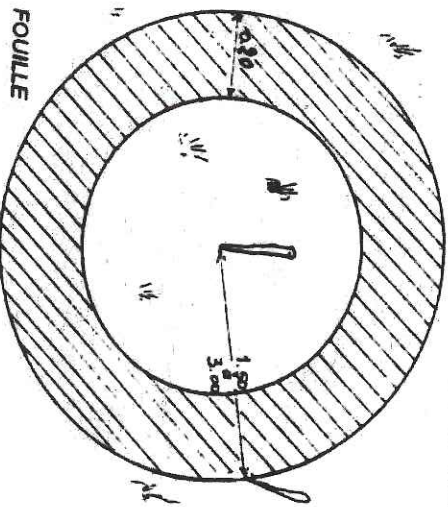

Figure 8.
- ❖ Matérialiser d'abord au sol le socle par deux cercles (Figure 8) : Le diamètre du grand cercle correspond au diamètre extérieur du socle à construire ; celui du petit cercle correspond au diamètre intérieur du socle. L'épaisseur du socle devant être de 0,20 m, les deux cercles sont distants l'un de l'autre de 0,20 m.
- ❖ Faire la fouille (Figure 9) : La fouille est faite en enlevant la terre de la zone hachurée sur la Figure 8. La profondeur minimale de la fouille est de 0,20 m. Le trou creusé servira pour faire la fondation du socle.